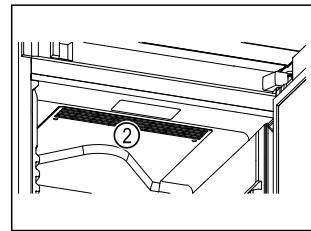

Fig. 61
- No obstruir la ranura de ventilación Fig. 61 (2) del ventilador de recirculación de aire del interior.